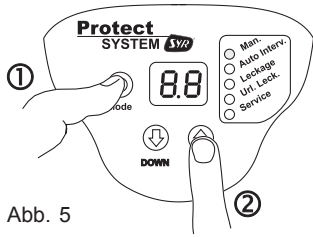

Abb. 5
Drücken und halten Sie die „Mode“-Taste (1) und drücken Sie gleichzeitig die „↑“-Taste (2) dreimal hintereinander (Abb. 5).